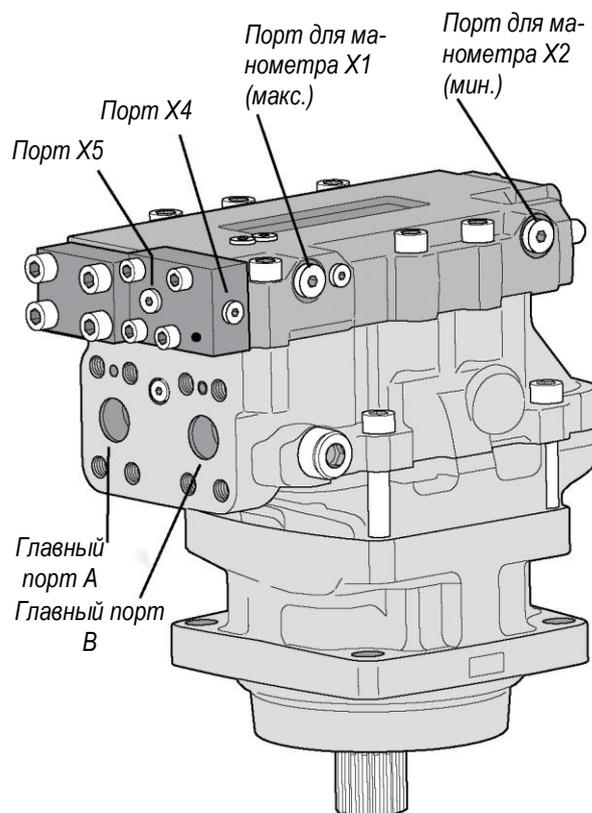

Рис. 1
2. Подключить к портам X1 и X5 манометры с диапазоном измерения от 0 до 600 бар (от 0 до 8500 фунтов/дюйм²); см. рис. 1